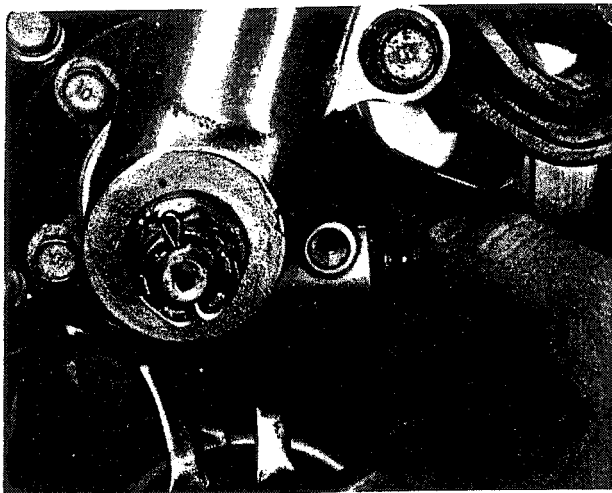

Bild 234
- Nach dem Entfernen der Sicherungsschraube kann die Antriebswelle des Geschwindigkeitsmessers aus dem Antriebsgehäuse herausgezogen werden (Bild 234).